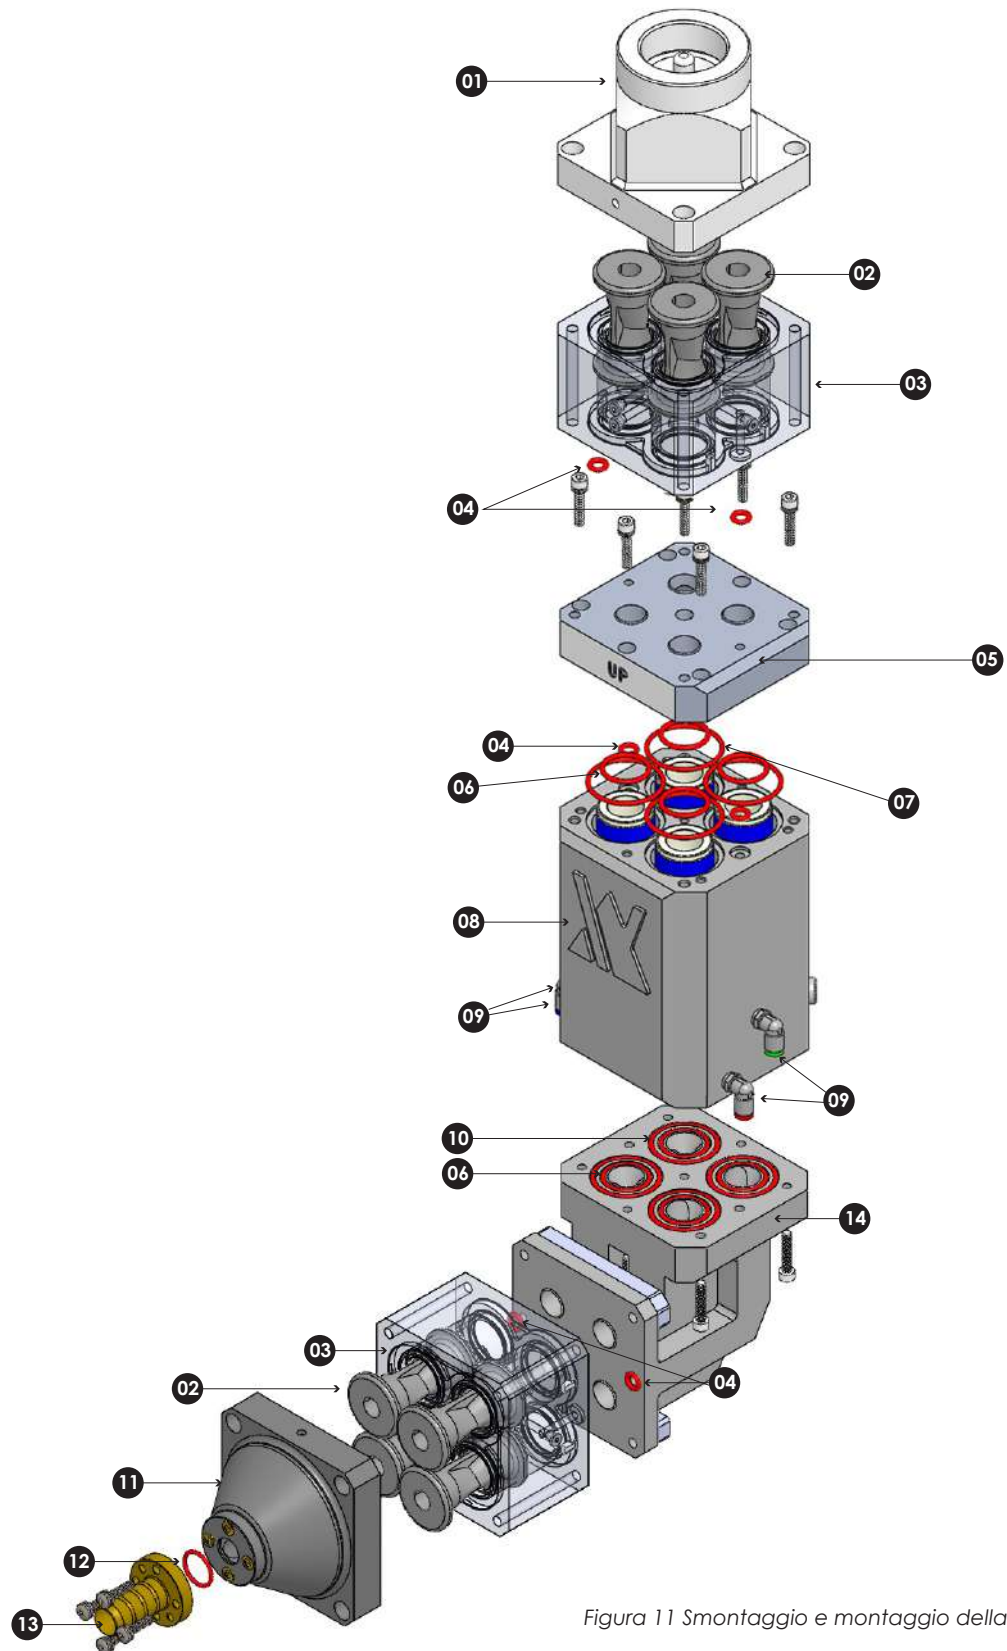

Figura 11 Smontaggio e montaggio della pompa
6. Vedere la Figura 11. Iniziando dai tubi di fluidificazione, smontare la pompa come mostrato.